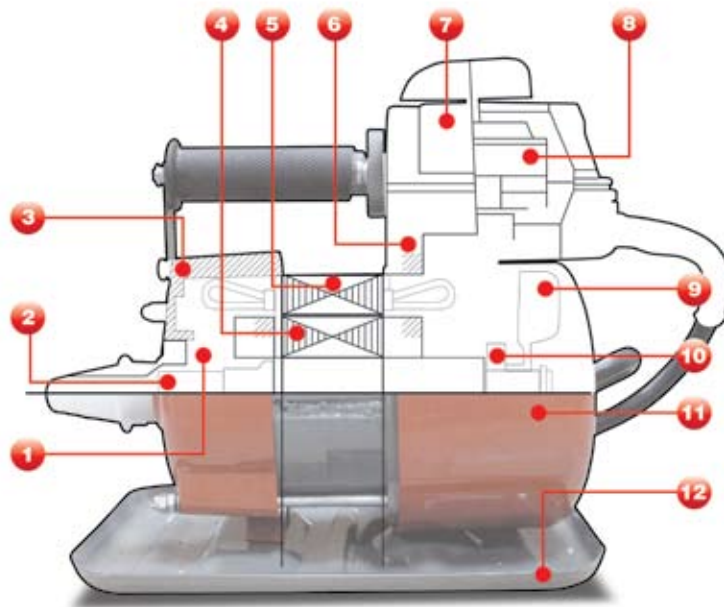
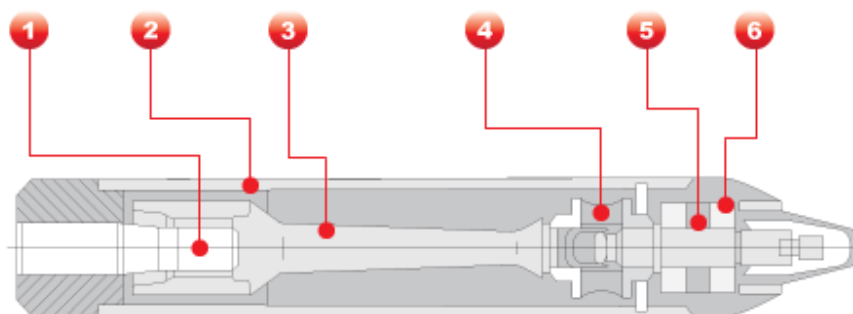
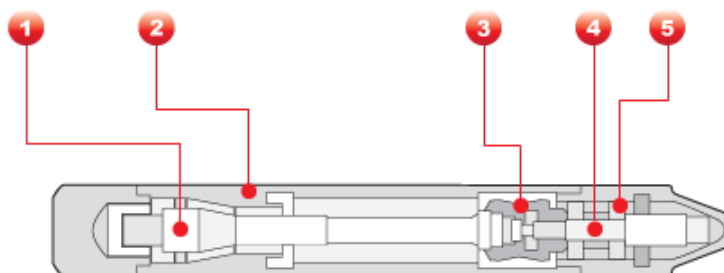

Рис.2. Электродвигатель вибраторов ВЭ-75, ВЭ-11-3, ВЭ-11-7А, ВЭ-11-6А-1,6, ВП-75, ВП-75
Рис. 3. Вибронаконечник вибратора ВЭ-11-6А-1,6; диаметр 76 мм.:
Рис. 4. Вибронаконечник вибратора ВЭ-11-7А диаметр 51 мм.
5.3. Электродвигатель состоит из следующих основных частей: муфты сцепления 1 (рис.2), шпинделя 2, переднего щита 3, ротора 4, статора 5, заднего щита 6, крышки 7, пакетного выключателя 8, вентилятора 9, подшипников 10, кожуха 11 и основания 12.
5.4. Крутящий момент от шпинделя 2 электродвигателя передается шпинделю 5 (рис.3)
и 4 (рис.4) вибронаконечника через гибкий вал, состоящий из сердечника и защитной брони. Гибкий вал рассчитан на вращение только в правую сторону. В целях предохранения гибкого вала от раскручивания на валу электродвигателя предусмотрена муфта сцепления 1 (рис. 2), допускающая одностороннее (правое) вращение.
5.5. Вибронаконечники вибраторов указанных моделей аналогичны по конструкции и каждый представляет собой герметически закрытый корпус 2 (рис.3), внутри которого находится бегунок 3 и 1.
1 – сердечник; 2 – корпус; 3 – бегунок; 4 – муфта упругая; 5 – шпindelь; 6 – подшипник. (рис.4), соединенный со шпindelем 5 (рис.3) и 4 (рис.4) резинометаллической упругой муфтой 4 (рис.3) и 3 (рис.4).
5.6. Бегунок 3 (рис.3) вибронаконечника ВЭ-11-6А-1,6 в нижней части имеет форму колокола. Внутренней поверхностью которого он обкатывается вокруг конического сердечника 1, закрепленного в корпусе 2.
Бегунок 1 (рис.4) вибронаконечника при вращении обкатывается рабочей поверхностью по конусной поверхности втулки корпуса.